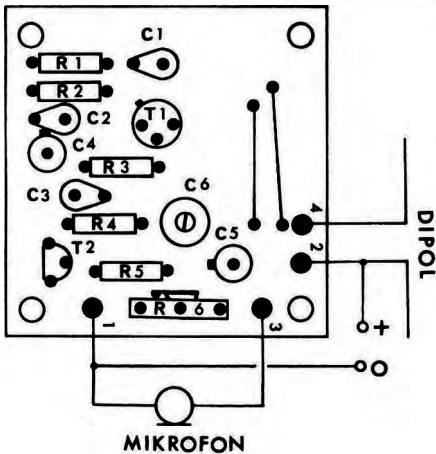

fig.2.
2. Modstandene R1 - R5 monteres nu efter fig. 2. Modstandenes ben stikkes helt igennem printet, loddes og de frie ender afklippes.
5. Oscillatorspolen, den er på printet, skal forbindes med to stk. afklip fra modstandene, som vist på fig. 2.
6. Til sidst monteres de to transistorer T1 og T2. Pas på at vende dem rigtigt. - se fig. 2.
Deres opstilling er nu færdigmonteret, og kan tilsluttes signal, evt. i form af en mikrofon, der tilkobles loddeøjnene 1 og 3. Det er her vigtigt at forbinde skærmen i mikrofonledningen til loddeøje nr. 1 samt lederen til nr. 3. Dernæst skal antennen tilsluttes. Denne kan være dipol, der forbindes som vist på fig. 2, eller bare en stump ledning på ca 1 meters længde tilsluttet loddeøje nr. 4. Spændingen til opstillingen kobles til 1 og 2. Batteriets minuspol forbindes sammen med mikrofonens skærmledning til loddeøje nr. 1, og pluspolen loddes på 2. For ikke HF 65 skal sende på FM eller TV båndene, må senderen nu trimmes ind. Dette gøres ved at lodde spolevindingerne over, til frekvensen passer på det lovlige amatørband, 144 MHz. Skal HF 65 anvendes som målesender på FM og TV båndene, loddes den yderste vinding på printspolen sammen med den næstyderste. Således anvendt skal den indbygges i en metalkasse, og sende med en så lille effekt som muligt, lav spænding. Giver man ikke agt derpå, kan man komme til at forstyrre anden radiokommunikation. Med trimmpotentiometeret R6 justeres styrken fra en eventuel signalkilde. (MIKROFON) R6 trimmes til maximal senderstyrke uden forvrængning.